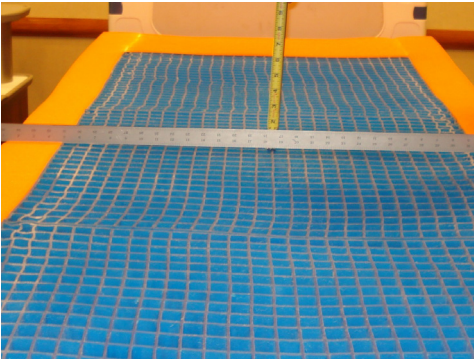

図5
5. 図5に示すように、支持面の仙骨部（患者シート部分）に、フォームを左右に横断させてストレートエッジ（長さ88.9 cm以上）を置いてください。